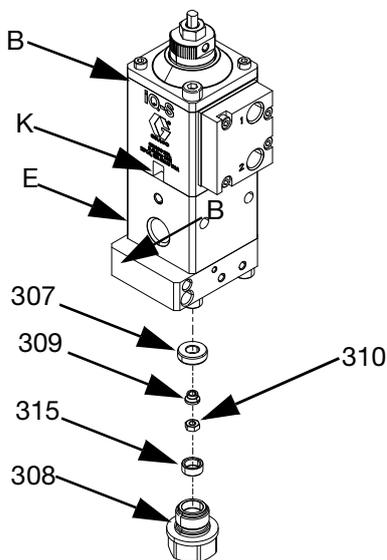

ABB. 10
3. Wenn ein Rücksogventil verwendet wird (iQ-S), muss die Rücksogdüse entfernt werden, bevor das Luftgehäuse (B) vom Materialabschnitt (E) getrennt werden kann. Siehe ABB. 10.